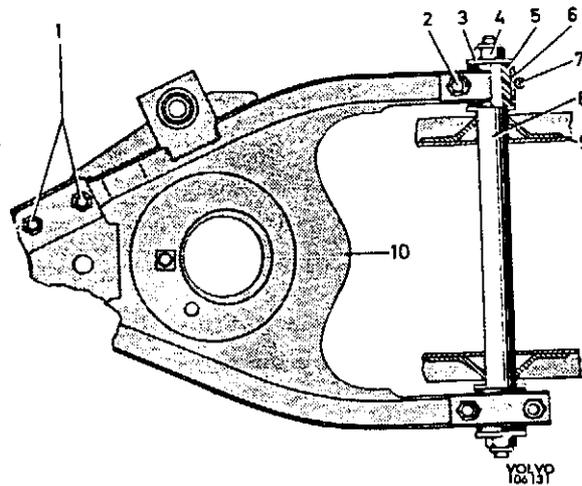
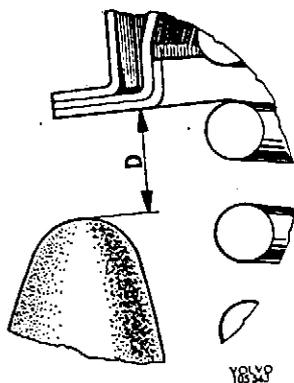

Abb. 31 Unterer Querlenker, früh. Ausf.
Abb. 32 Einbaulage für Querlenker
2. Muttern (2, Abb. 31) abschrauben und die Krampen (7) entfernen. Muttern (4) lösen und Unterlegscheiben (3) abnehmen.
- buchsen (5) und Metallbuchsen (6) von der Querlenkerachse abziehen.
4. Neue Gummibuchsen (5) und Metallbuchsen (6) mit Seifenlösung anfeuchten und auf der Querlenkerachse (8) einbauen. Unterlegscheiben (3) anbringen und die Muttern (4) aufschrauben. Beim Anziehen der Verschlußmutter soll der Querlenker radseitig so weit hochgestützt werden, daß der Abstand zwischen Gummipuffer und Vorderachsträger ungefähr 40 mm beträgt. Anziehmoment für Verschlußschrauben: 5,5–6,2 mkp.
5. Querlenker entlasten und die Krampen (7, Abb. 31) mit den Muttern (2) um die Querlenkerachse zusammenspannen. Muttern mit einem Moment von 2–2,5 mkp festziehen.
5. Querlenker-Achsbolzen (3) einbauen. Beachten, daß die kleinere Scheibe (1) unter dem Bolzenkopf angebracht werden muß.
6. Gegenüberliegend die größere Scheibe (5) anbringen und die Verschlußmutter (6) aufschrauben. Verschlußmutter nicht endgültig festziehen.
7. Wagenheber senken und radseitig unter der Feder ansetzen. Unteren Querlenker vorsichtig hochstützen, bis der Abstand zwischen Gummipuffer und Vorderachsträger (Maß D, Abb. 32) ca. 40 mm beträgt. In dieser Stellung
7. Betr. früh. Ausf.: Die Mutter (2, Abb. 31) lösen und die Krampen (7) bauseitig öffnen, wonach der Querlenker abgehoben werden kann.
8. Der Einbau geschieht in umgekehrter Reihenfolge. Bei der früh. Ausf. werden die Muttern (2, Abb. 15) an den Krampen mit einem Moment von 2,0–2,5 mkp festgezogen. Für beide Ausführungen gilt, daß der Abstand von der Spitze des Gummipuffers bis zum Vorderachsträger (Maß D, Abb. 32) ca. 40 mm bei Festzug der Verschlußmutter (4, Abb. 31) bzw. (6, Abb. 15) betragen muß. Bez. Stoßdämpfer sei bemerkt, daß mehrere Ausführungen mit unterschiedlichen Anweisungen zum Festzug der Muttern in Gebrauch sind. Siehe diesbezüglich im Werkstatt-Handbuch, Abt. 7 unter dem Titel „Einbau der Stoßdämpfer“. Nach Umrüstung des unteren Querlenkers ist die Vorderradstellung zu überprüfen und ggf. zu berichtigen, s. unter „Vorderradeinstellung“.